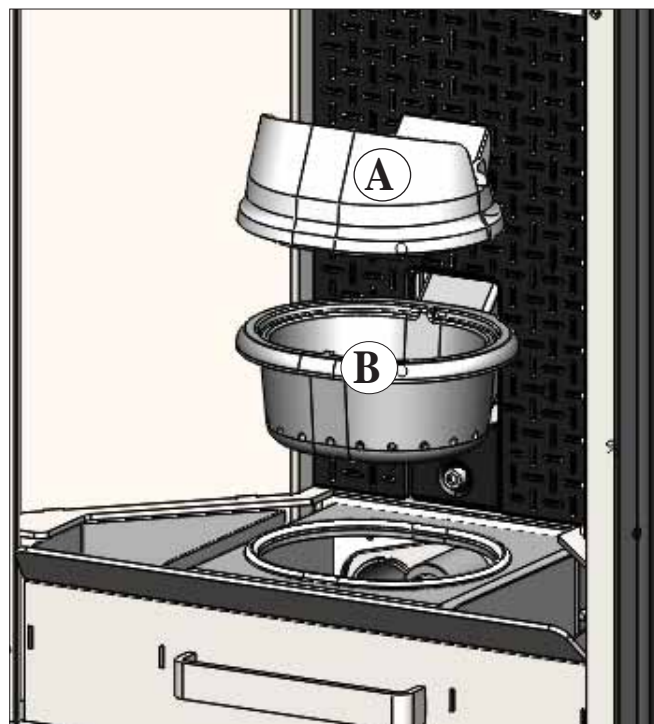

fig. 1
**Dopo la normale pulizia, il NON CORRETTO accoppiamento del crogiolo superiore (A) (fig. 1) con il crogiolo inferiore (B) (fig. 1) può compromettere il funzionamento della stufa.**